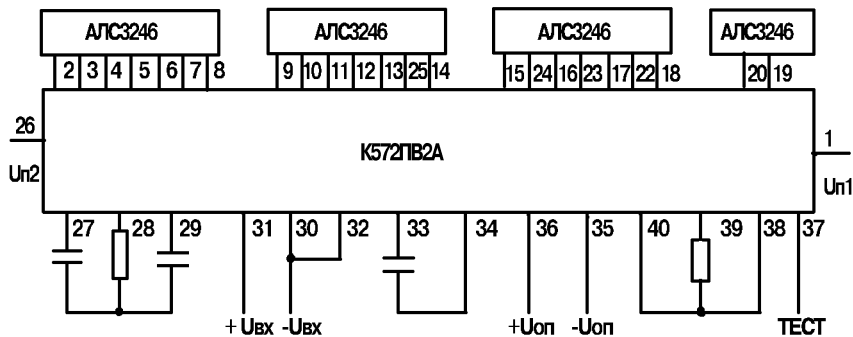

Рис. 2
**Микросхема K572PB2A** - маломощный АЦП с драйвером дисплея на 3,5 знака (зарубежный аналог ICL7106) (рис.2)